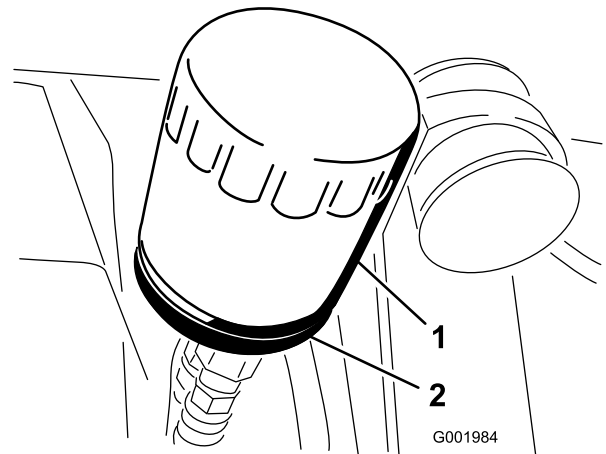

Figura 51
2. Retire o filtro do óleo (Figura 51).
5. Coloque o filtro de substituição no adaptador do filtro. Rode o filtro de óleo no sentido dos ponteiros do relógio até que a junta de borracha toque no adaptador do filtro e, em seguida, aperte o filtro mais 1/2 volta (Figura 51).